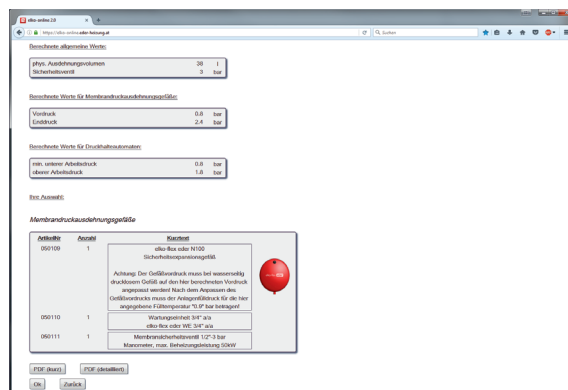

Bild 3
3. Nach der Auswahl der gewünschten Variante und des dazu passenden Zubehörs klicken Sie auf „Fertigstellen“, um zur Ergebnisseite zu gelangen. Auf dieser werden die ausgewählten Produkte zusammengefasst, außerdem finden Sie den für Ihre Anlagen notwendigen Vordruck im Gefäß sowie den passenden Fülldruck der Anlage im kalten Zustand (Bild3).